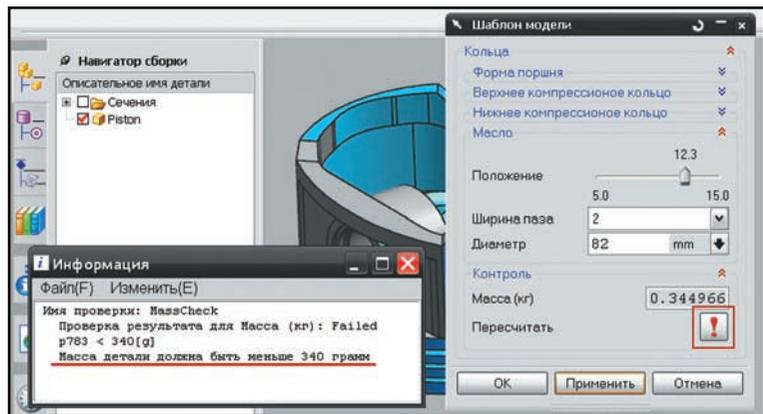

Рисунок 10.28 Проверка шаблона
- Войдите в режим редактирования шаблона и измените параметры построения модели. После этого нажмите кнопку проверки. Появится информационное сообщение, показывающее, соответствует ли выбранный параметр заданному требованию (рис. 10.28).